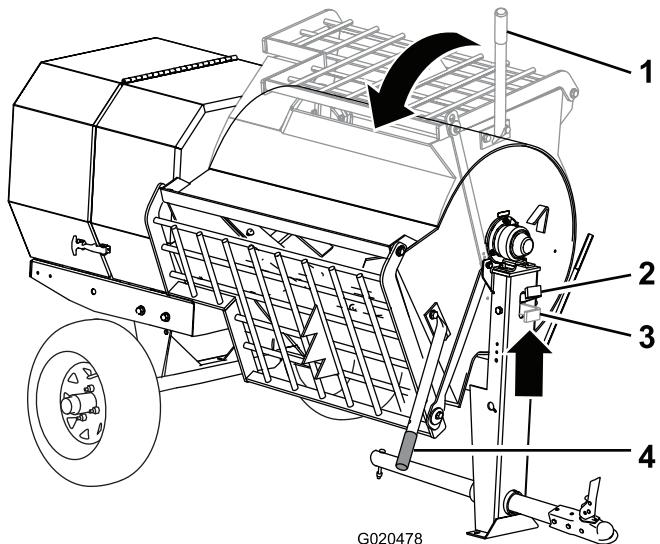

Figure 33
2. Saisissez la poignée de vidage de la main gauche (Figure 33).
- 3. Levez la poignée du verrou de la cuve (Figure 33).
- 4. Placez les deux mains sur la poignée de vidage et tournez-la dans le sens antihoraire pour décharger le contenu de la cuve (Figure 33).
- 5. Tournez la poignée de vidage **dans le sens horaire** jusqu'à ce que le verrou de la cuve bloque celle-ci en position redressée (Figure 33).